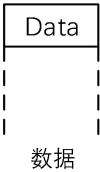
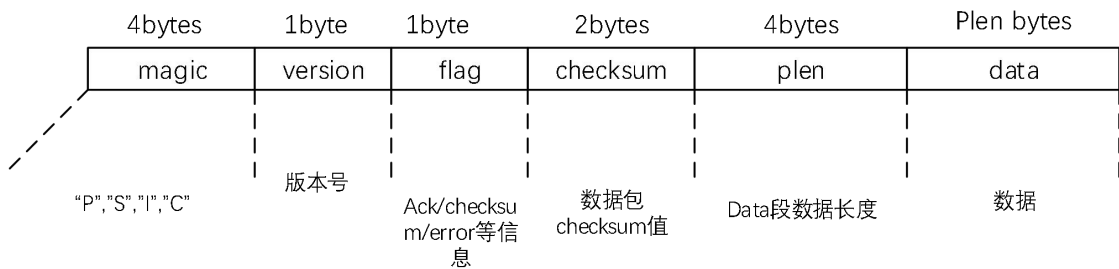

图 2-5 写 SRAM 命令后发数据
图 2-7 读 SRAM 回复帧
2) 等待下位机回复 ACK 信息，命令接收成功时下位机回复如图 2-7 操作成功 ACK 帧，命令接收失败时下位机回复如图 2-5 操作失败 ACK 帧。
等待下位机回复命令接收成功时下位机回复如下图,命令接收失败时下位机回复如图 2-5 操作失败 ACK 帧:
发送完成后，等待下位机回复 ACK 信息，命令接收成功时下位机回复如图 2-7 操作成功 ACK 帧，命令接收失败时下位机回复如图 2-5 操作失败 ACK 帧。
- 2) 等待下位机回复 ACK 信息，命令接收成功时下位机回复如图 2-7 操作成功 ACK 帧，命令接收失败时下位机回复如图 2-5 操作失败 ACK 帧。
等待下位机回复 ACK，命令操作成功返回如下图，命令接收失败时下位机回复如图 2-5 操作失败 ACK 帧。